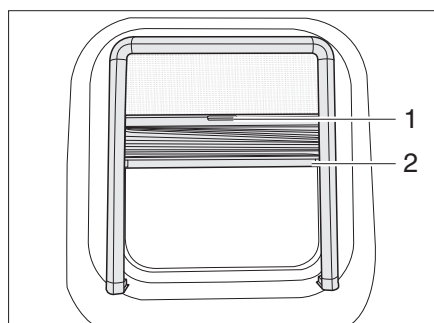

Fig. 17 Finestra apribile
**Chiusura:** ■ Afferrare per l'intaglio (Fig. 17,2) e tirare l'oscurante a rullo dall'alto verso il basso fino all'altezza desiderata.
**Apertura:** ■ Afferrare per l'intaglio (Fig. 17,2) e sollevare l'oscurante a rullo.
**Chiusura:** ■ Abbassare la zanzariera a rullo afferrandola per la maniglia (Fig. 17,1).
**Apertura:** ■ Sollevare la zanzariera a rullo afferrandola per la maniglia (Fig. 17,1).